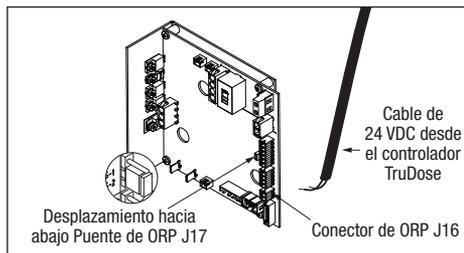

Figura 7. Puente de ORP J17 y Conector de ORP J16
Se puede utilizar un dispositivo externo, como un controlador de ORP (Potencial de Reducción de Oxidación), para controlar la salida del generador de cloro. La placa de interfaz de alimentación (PIB) del generador de cloro puede configurarse sobre el terreno para que funcione en dos (2) modos diferentes. El modo de funcionamiento viene determinado por la posición de un puente móvil J17. Consulte la Figura 7 para ver la ubicación.
Se puede utilizar un dispositivo externo, como un controlador de ORP (Potencial de Reducción de Oxidación) que suministre 24 VAC, para controlar la salida del generador de cloro. La placa de interfaz de alimentación (PIB) del generador de cloro puede configurarse sobre el terreno para que funcione en dos (2) modos diferentes. El modo de funcionamiento viene determinado por la posición de un puente móvil J17. Consulte la Figura 7 para ver la ubicación.